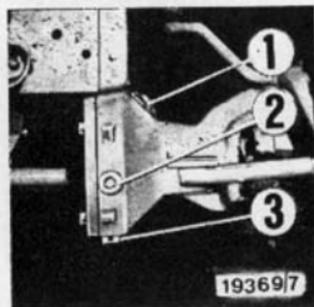

Bild 86
Beim Einfüllen des Öles in das Ausgleichgetriebe (Bild 86), darf die Ölkontrollschraube ② nicht entfernt werden.